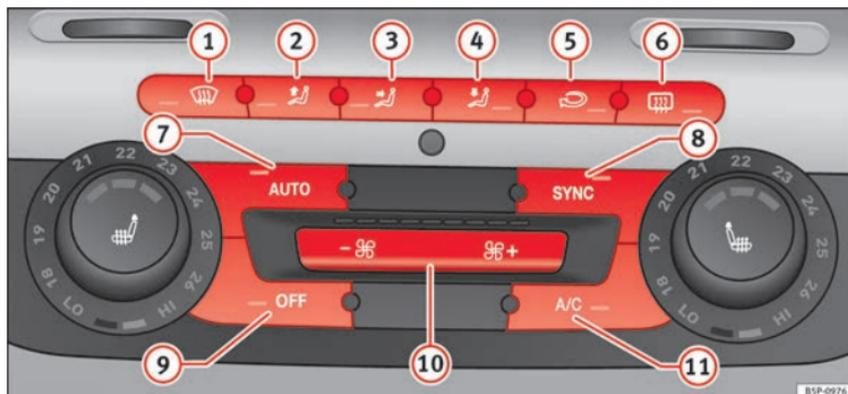

Fig. 117 Comandi del Climatronic 2C nel quadro strumenti
- Girare le rotelle di regolazione della temperatura » fig. 117 per regolare rispettivamente la temperatura della zona sinistra o della zona destra dell'abitacolo.
- Premere il tasto **(AUTO)** » fig. 117. Sul display della radio viene visualizzato "AUTO High" (velocità del ventilatore alta).
- Premere di nuovo il tasto **(AUTO)** » fig. 117. Sul display della radio viene visualizzato "AUTO Low" (velocità del ventilatore bassa).